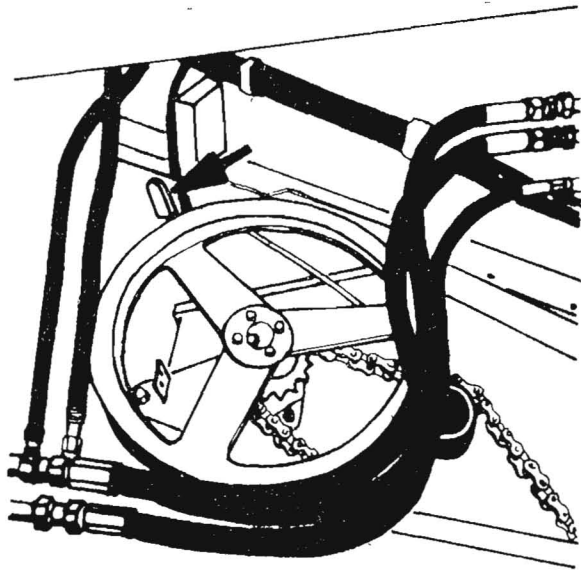

Bild 6/30
Bei Vollaststellung des Gasverstellhebels (GV) (Bild 4/8) ist die Länge der Zugstange (Z) so einzustellen, daß die max. Motordrehzahl erreicht wird, ohne daß die Druckfeder (DF) vollständig zusammengedrückt ist. Der Reglerhebel (RH) an der Einspritzpumpe muß dabei senkrecht stehen. Das ist der Fall, wenn die Zugfeder (ZF) eine Länge von 150 + 5 mm aufweist (Bild 6/31).